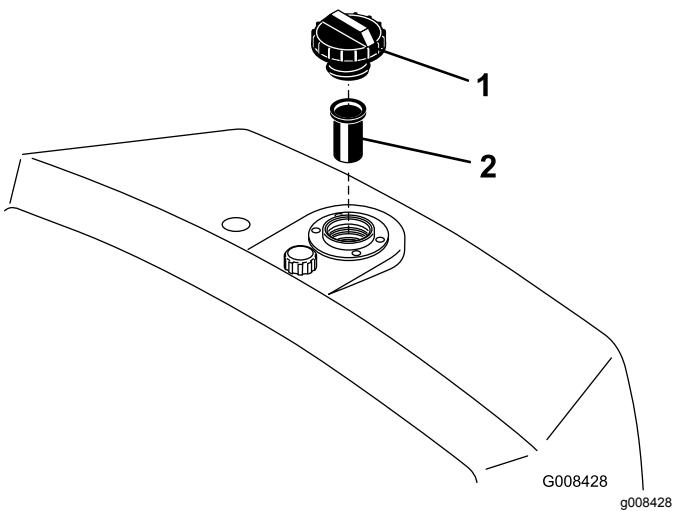

Figure 49
2. Retirez le bouchon du réservoir et vérifiez le niveau d'huile. L'huile doit arriver au bas de la crête dans le goulot de remplissage (Figure 49).